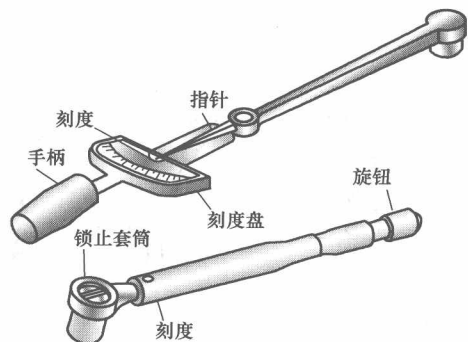

图 1-6 扭力扳手
1) 扭力扳手如图 1-6 所示, 操作时应选用合适的力矩, 并锁止。预调式扭力扳手使用前先校对力矩。